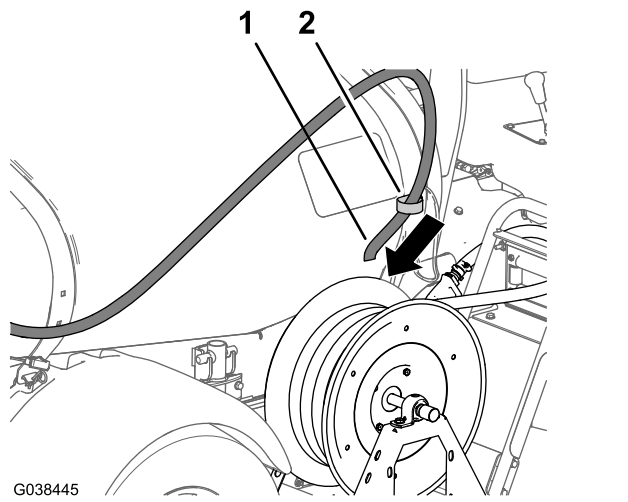

図 97
- タンク前部固定ベルトにある支持クランプに入口ホースを取り付ける 図 97。